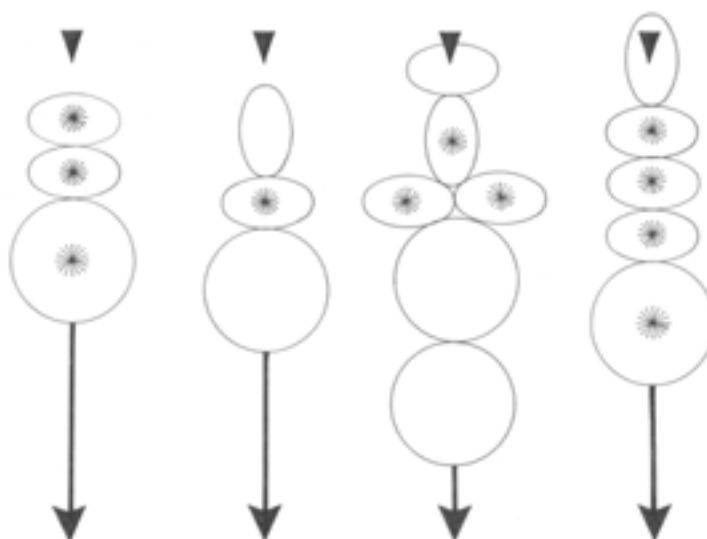

Рисунок 3 – Принцип соприкосновения
- соприкосновение (края форм состыковываются) (рисунок 3);